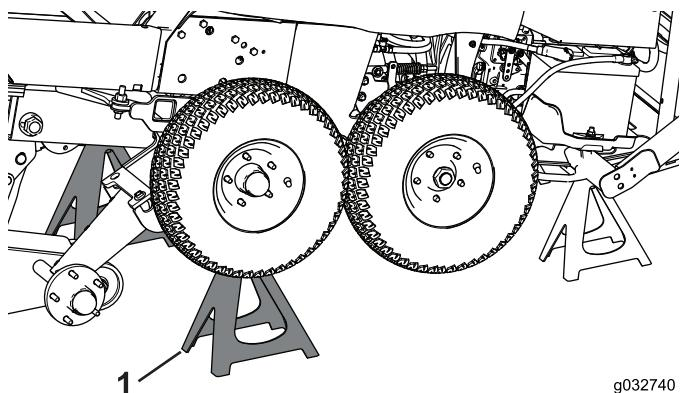

図 89
5. 冬用フレームをジャッキアップしたら、ジャッキスタンドで支える図 89。
6. 前輪を取り外す図 89。